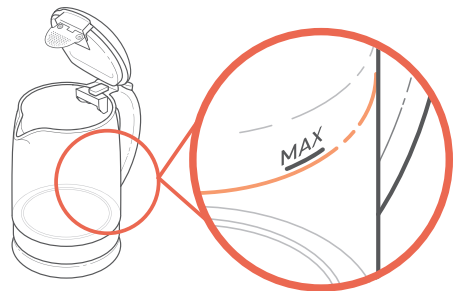

Figure 1.2
4. Remplissez la bouilloire d'eau jusqu'à la ligne « **MAX** », puis fermez le couvercle. [Figure 1.2] Placez la bouilloire sur son socle, puis branchez l'appareil.